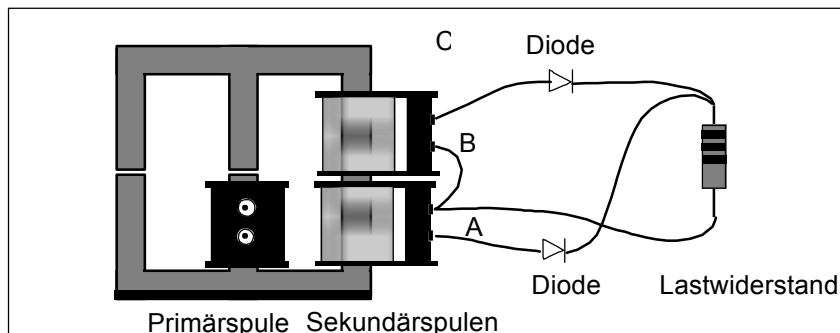

Abb. 6
14. Jetzt werden wir uns die unterschiedlichen Wellenformen zu Nutze machen. Verbinden Sie dazu zwei Dioden wie in Abb. 6 gezeigt mit den Spulen und dem Lastwiderstand.